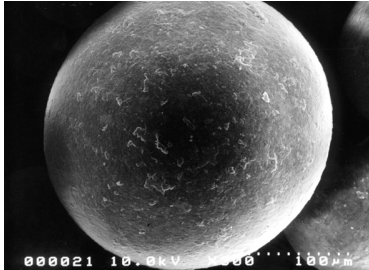
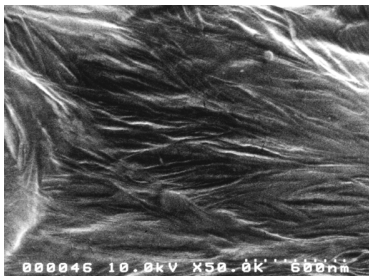
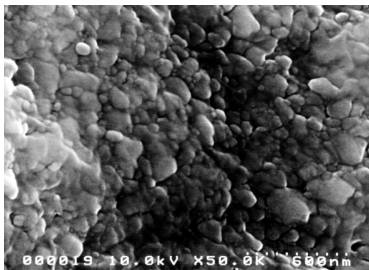
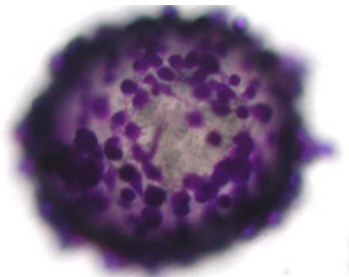

図1 Cellyard beads の SEM 画像
図2 ナイロン粒子表面の SEM 画像
図3 Cellyard beads 表面の SEM 画像
図4 Cellyard beads 表面に付着した
- 1) Cellyard beads(図1)は、平均粒径 200 μm のナイロン粒子表面をハイドロキシアパタイト $[\text{Ca}_{10}(\text{PO}_4)_6(\text{OH})_2]$ の微小粒子で被覆した微小球体です。ハイドロキシアパタイトは生物的親和性が極めて優れているリン酸カルシウム系化合物で各種人工骨などに用いられています。ナイロン粒子と Cellyard beads の表面を比較すると、ナイロン粒子表面(図2)に存在するナイロンの構造は、Cellyard beads 表面(図3)では全く見られなくなっています。このことは、Cellyard beads の粒子表面がほぼ完全にハイドロキシアパタイトで被覆されていることを意味しています。したがって Cellyard beads は、ハイドロキシアパタイトと同様に多様なタンパク質、細胞等を吸着する能力を有します¹⁾(図4)。